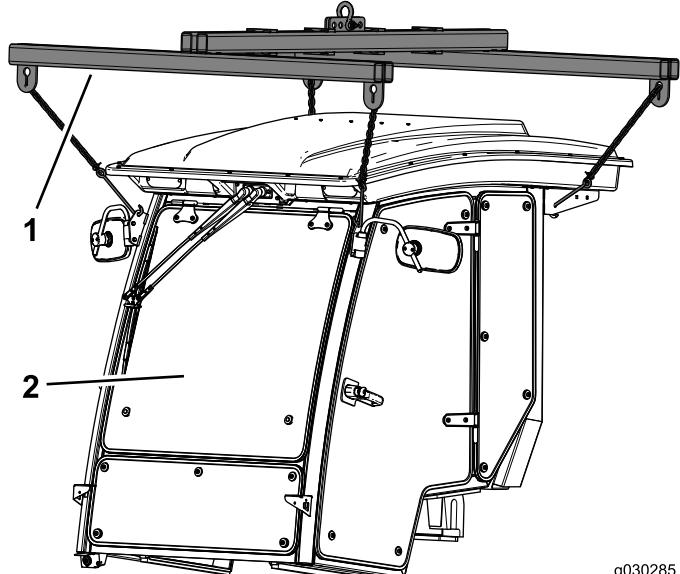

Figure 16
- Utilisez le palan pour cabine Toro, ou un équipement similaire, pour soutenir la cabine (Figure 16).